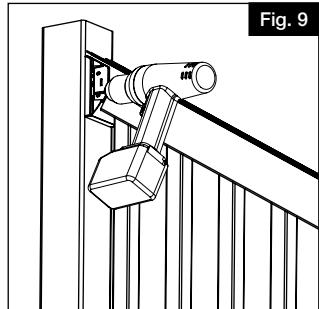

Fig. 9
- a. Asegúrese de que los travesaños estén completamente asentados con los barrotes y nivelados y centrados en la funda del poste. Mientras sostiene el soporte superior ajustado al travesaño desde abajo, y usando una broca de  $1/8$ ", taladre el primer agujero del tornillo del soporte superior (Fig. 9). Taladre a través del agujero del soporte, la funda del poste de vinilo y el inserto de vinilo e instale sin apretar el primer tornillo #10 de  $1\frac{1}{2}$ ".